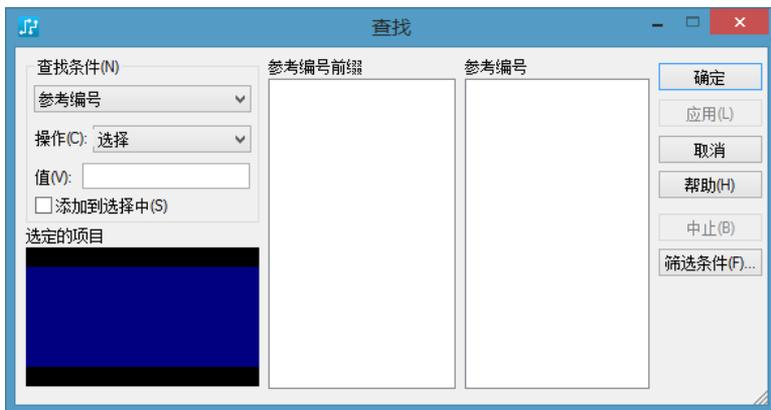

图 8-6 “查找”窗口
- 2) 查找：选择该命令，则弹出如图 8-6 所示的“查找”窗口。